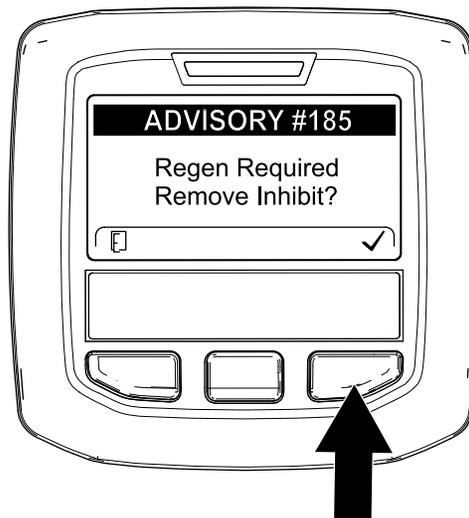

Figura 45
**Nota:** Se INIBIR A REGENERAÇÃO estiver definido para LIGAR, o InfoCenter apresenta o AVISO N.º 185 (Figura 45). Prima o botão 3 para definir Inibir a regeneração para DESLIGAR e prosseguir com a regeneração de reposição.